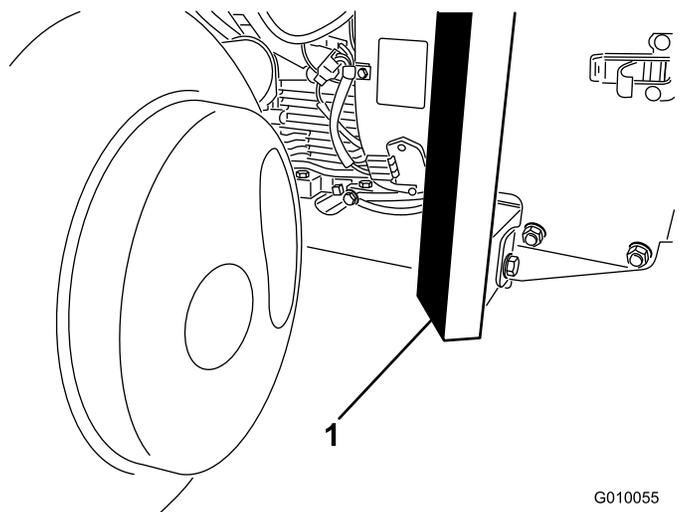

図 37
3. 機体前部のフレームの下にジャッキを確実に置く(図 37)。